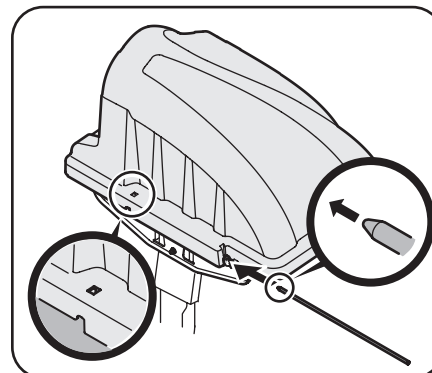

Figure 4-6
4. Insérez la tige de charnière dans le trou de l'encoche de montage. Voir Figure 4-6. Utilisez le petit trou sur le couvercle (voir Figure 4-6) pour aligner la tige de charnière de l'autre côté, puis poussez la tige jusqu'au bout.